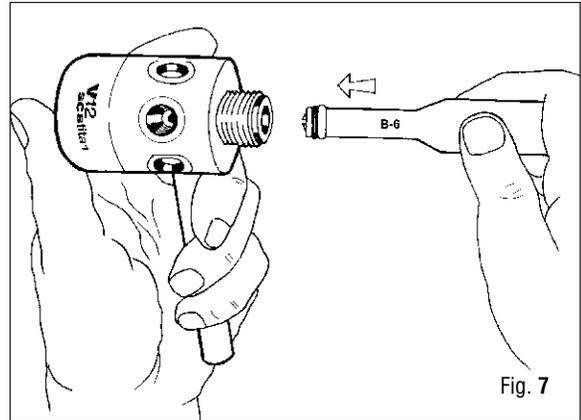

Fig. 7
9. Monte nuevamente el OR (74) en el asiento de la válvula (75)
11. Ejerciendo una ligera presión, empuje el asiento de la válvula hasta que quede ubicado en su posición en el cuerpo de la Primera Etapa. (Fig. 7)